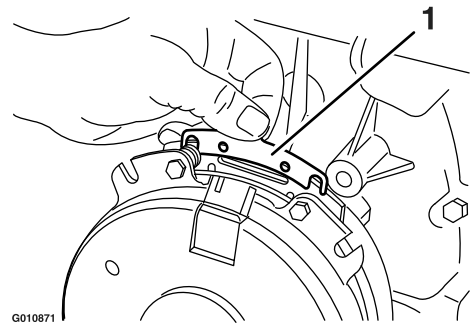

Figura 83
- B. Usando alicates de punta fina, o a mano, sujete la pestaña y retire el suplemento (Figura 83).
Retire cualquier acumulación de hierba, suciedad u otros residuos de la rejilla del motor. Esto ayuda a asegurar una refrigeración adecuada y una velocidad de motor correcta, y reduce la posibilidad de sobrecalentamiento y daños mecánicos al motor (Figura 83).